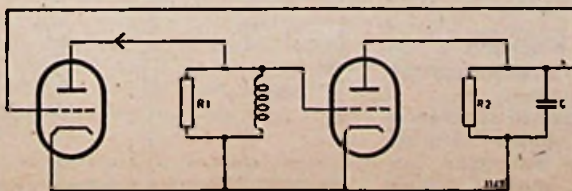

Fig. 26
2. In onderstaande schakeling zijn de beide buizen op normale wijze ingesteld. (Gelijkspanningsbronnen, scheidingscondensatoren e.d. zijn niet aangegeven). (Fig. 26)